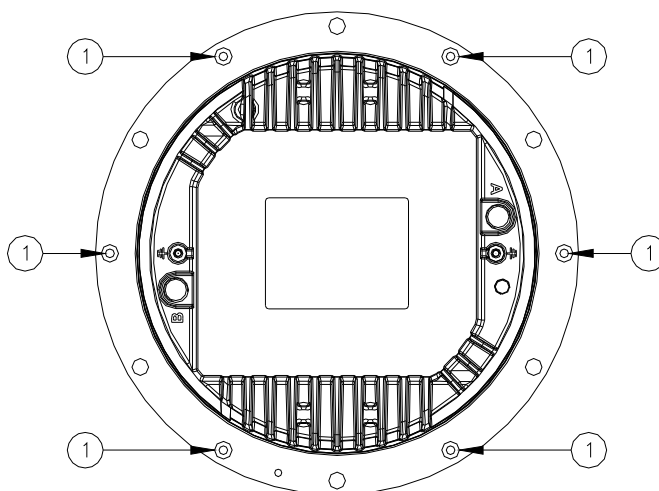
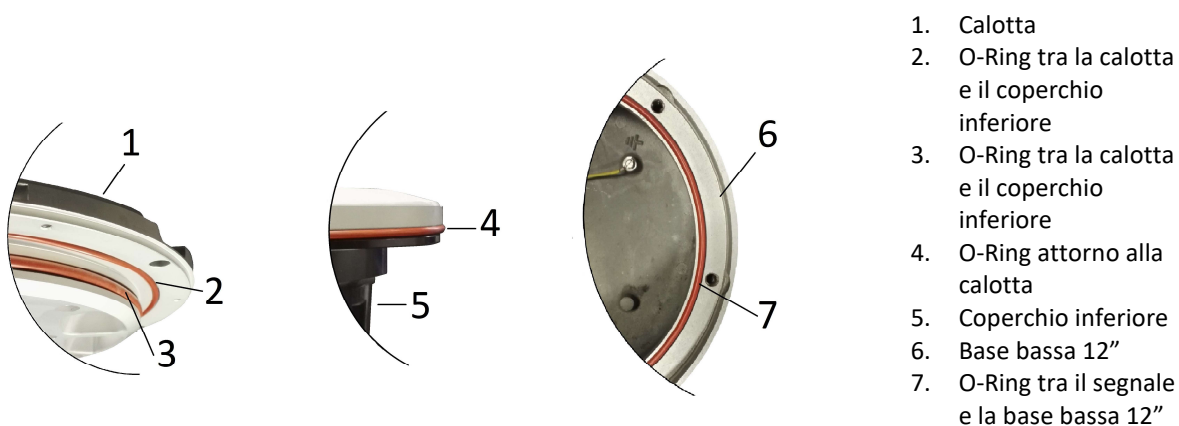

Figura 16 – Viti di fissaggio del coperchio inferiore
Figura 18 – Guarnizioni del segnale
- Separare il coperchio inferiore dalla calotta svitando le sei viti di bloccaggio TSP TORX M5x10 (Figura 16 - n°1).
- sei viti di bloccaggio TSP TORX M5x10 (Figura 16 - n°1);
- le guarnizioni O-Ring fra calotta e coperchio inferiore (Figura 18 – n°2 e 3);
Verificare il corretto posizionamento delle guarnizioni O-Ring tra calotta e coperchio inferiore (Figura 18 – n°2 e 3); montare il coperchio inferiore nella calotta e chiuderla con le sei viti TSP TORX M5x10 (Figura 16 - n°1). Uno strato di adesivo anaerobico frenafilietti medio (per esempio LOXEAL 24-18) può essere applicato alle viti prima dell'installazione; coppia di serraggio 2,5 Nm.
- O-Ring attorno alla calotta (Figura 18 – n°4);
- O-Ring tra il segnale e la base bassa (Figura 18 – n°7);